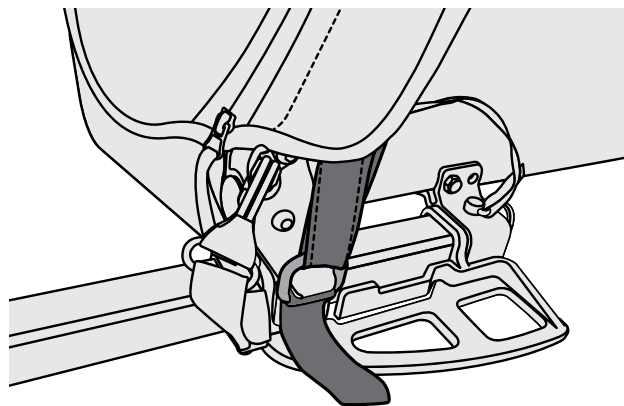

Abbildung 20
1. Die D-Ösen in den mit Haken versehenen Ecken der Deichselaufnahmen einhängen (Abbildung 20).